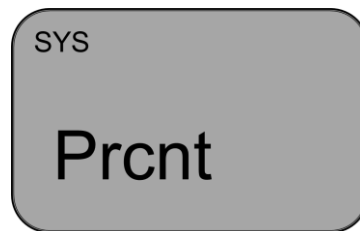

Figura 5. Imagem da tela.
a. Pressione o botão MODE até que na tela mostre no Modo SYS a mensagem "Prcnt" (Figura 5).